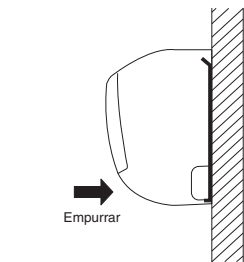

Fig. 3-92
- (1) Quando instalar a unidade interior, monte a unidade interior nas 3 linguetas na parte superior da placa traseira.
- (2) Segure a saída de descarga de ar e pressione a parte inferior da unidade interior até que encaixe no sítio para prender firmemente nas 2 linguetas na parte inferior da placa traseira. (Fig. 3-92)